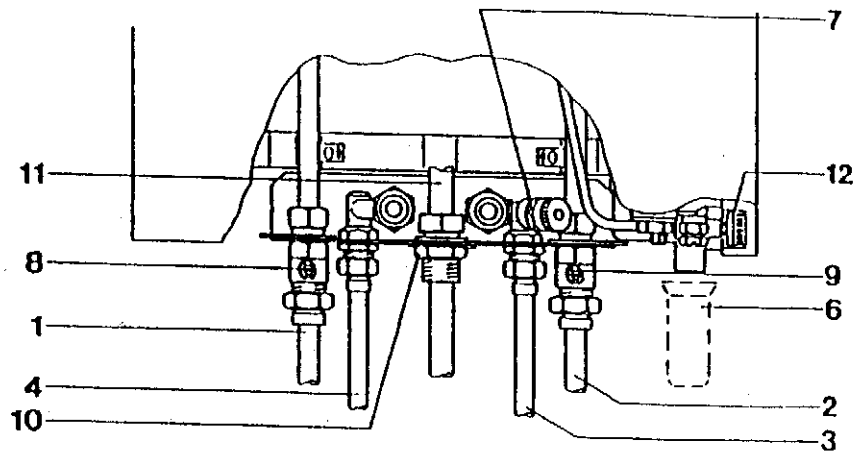

Рис. 4.5: На рисунке изображен VUW
4.5.3 Присоединительные элементы труб (рис. 4.5)
В комплект поставки прибора входит газовый запорный кран, размером R3/4" (10, рис. 4.5). На присоединительный элемент прибора (11, рис. 4.5) насадить резьбовые соединения трубы длиной 20 мм и затянуть. Выполнить монтаж линии подачи газа диаметром 3/4" и подсоединить ее к газовому запорному крану (при этом следует иметь в виду, что линия подачи газа рассчитана с запасом, так что при полном расходе газа имеет место давление газа в 20 или же 25 мбар (G 20/G 25).